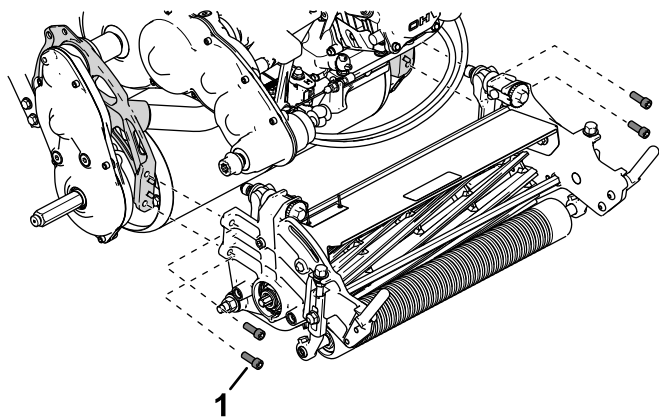

Рисунок 51
4. Снимите винты с внутренним шестигранником, которыми режущий блок крепится к раме (Рисунок 51).